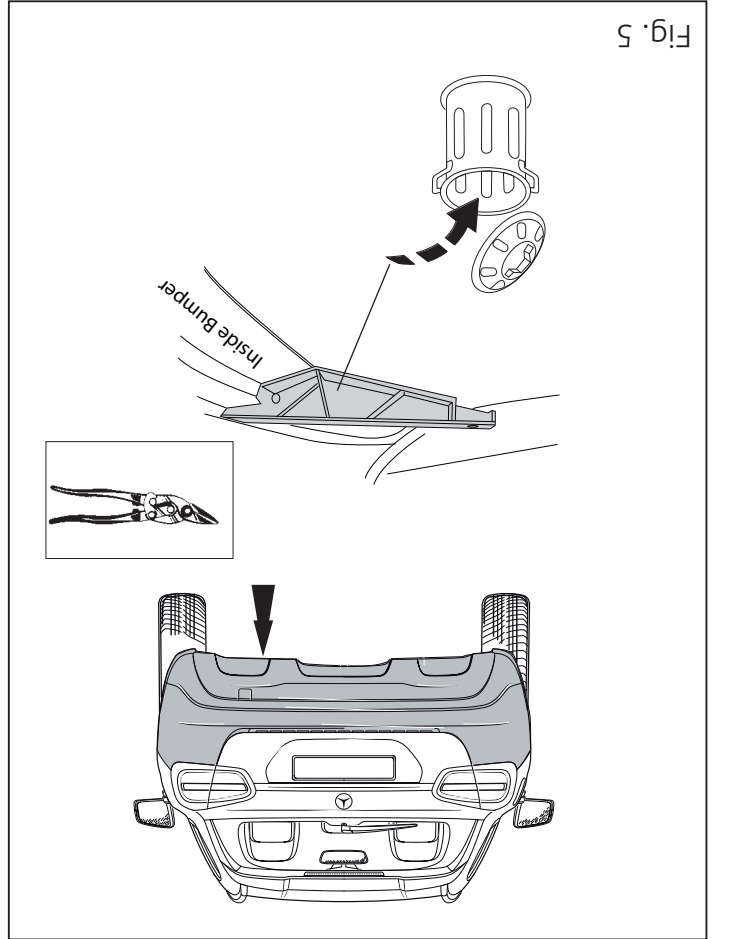

Fig. 5
10. Cut out the portions as indicated in fig. 5.
10. Gemäß Abb. 5 die angegebenen Teile herausschneiden.
- Coup les parties indiquées conformément à la figure 5.
- Klippa ut delarna enligt fig. 5.